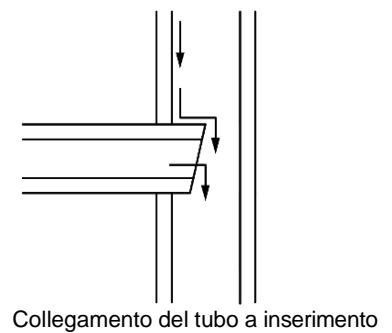

Fig. 4.3.8
- ③ : Inserimento del tubo di collegamento (Fig. 4.3.8)